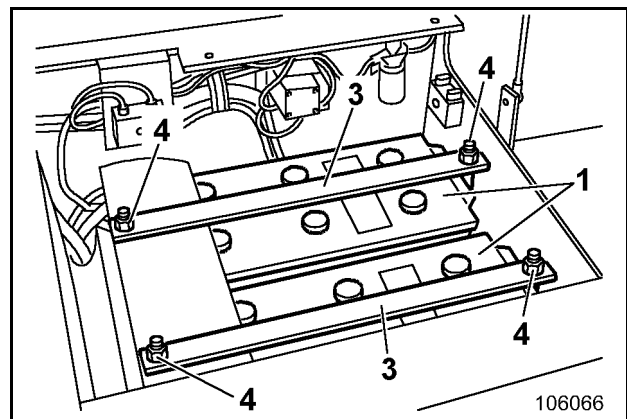

Fig. 3-51:
- Desatornillar el portapilas (3, Fig. 3-51:).